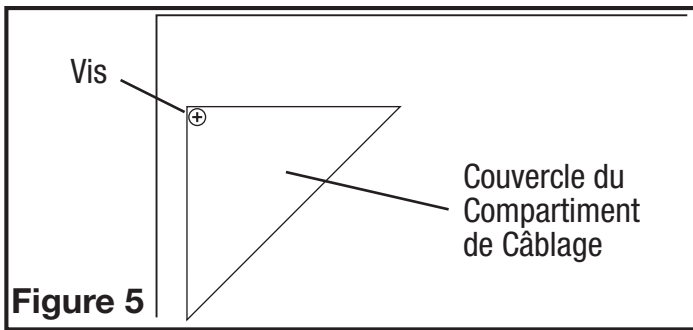

Figure 5
- Compartiment de Câblage Extérieur : Enlever le vis du couvercle du compartiment à câblage et mettre ce couvercle dans un endroit fiable (**Figure 5**).